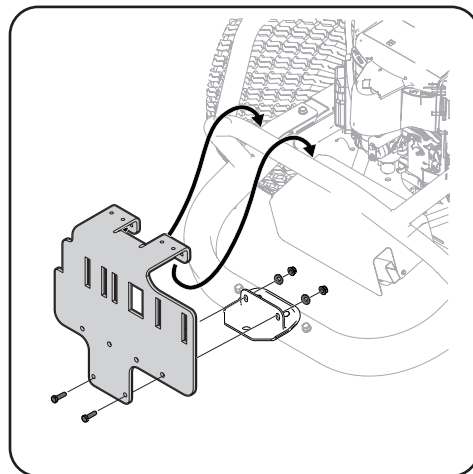

Figura 4-4
4. Cuelgue el conjunto del soporte del adaptador en el tubo del bastidor superior y conecte al adaptador del soporte de enganche (789-02298) con dos tornillos (710-0376), dos arandelas de cubeta (736-0242) y dos tuercas de seguridad de brida (710-04063). Consulte Figura 4-4.